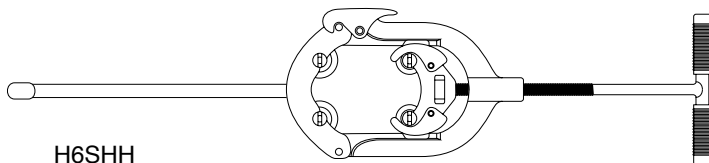

Figura 3
**TUBO CON MUCHA OXIDACIÓN:** Quite el oxido y las escamaduras del área de corte usando una Desincrustadora REED (Figura 3). Esta herramienta facilitará el corte y prolongará la vida de las cuchillas. Al limpiar el tubo antes de cortarlo, es más cierto que la alineación de las cuchillas sea recto.